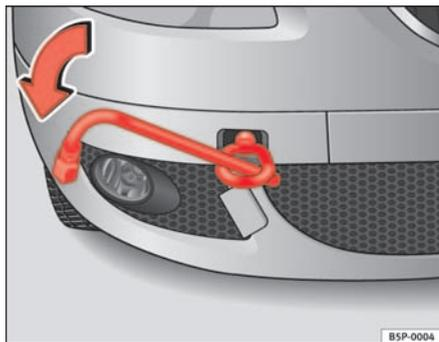
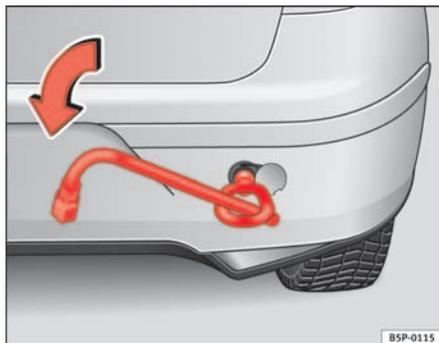

Fig. 194 Lato anteriore destro del veicolo: montaggio del gancio di traino anteriore
Fig. 195 Lato posteriore del veicolo: montaggio del gancio di traino
- Avvitare il gancio fino in fondo verso *sinistra* nel senso indicato dalla freccia o nel foro della parte anteriore ⇒ fig. 194 o in quello della parte posteriore ⇒ fig. 195.